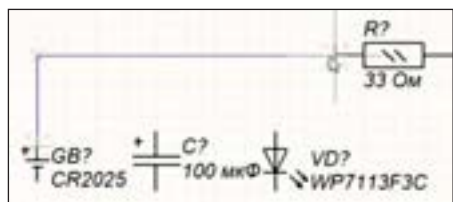

Рис. 40. Соединение двух компонентов
5. Теперь подведите курсор к выводу резистора. Снова появится звездочка. Щелкните правой кнопкой мыши для окончания связи (рис. 40).